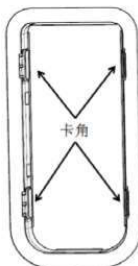

图 2-5-2 后通风口拆卸示意图
(1) 将后通风口总成两侧向外拉出（远离车身方向），即可完成后通风口总成的拆卸；
(2) 注意拆卸时，需从行李箱内侧进行，将其卡脚（如图2-5-2所示）悬臂依次摺压脱离钣金，不可从车外侧强力掰扯产品，以免产品结构断裂报废。